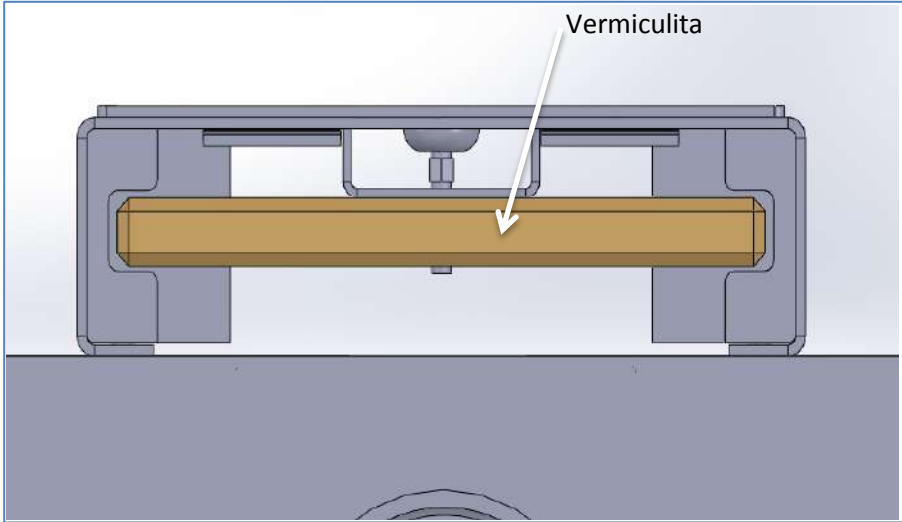

Ilustración 9. Colocación vermiculita
- 6) Colocada y fijada la estufa correctamente, desembalamos la Pieza Nº 6, y la colocamos dentro de la Pieza Nº 4, haciéndola pasar entre las ranuras de la pieza Nº 7 dejándola centrada, realizada esta operación colocamos la Pieza Nº 5 sobre la parte superior del apoyo estufa, haciendo que los salientes queden por dentro de la pieza (Ilustración 9).